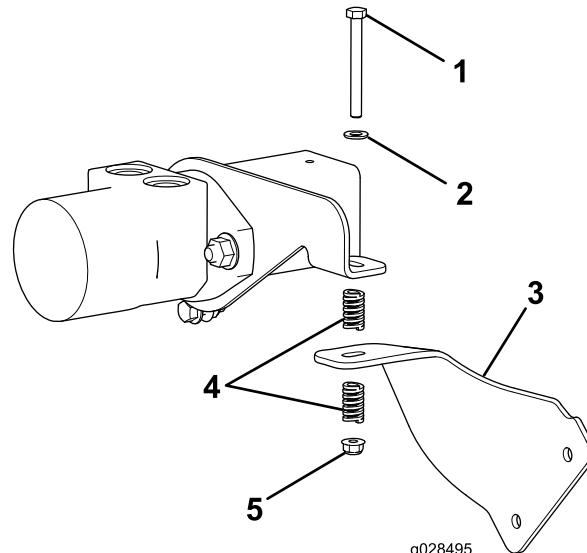

Рисунок 2
3. Установите стопорящий кронштейн на кронштейн двигателя с помощью болта с фланцевой головкой (5/16 x 3 дюйма), плоской шайбы, двух пружин сжатия и фланцевой контргайки (5/16 дюйма), как показано на Рисунок 2.